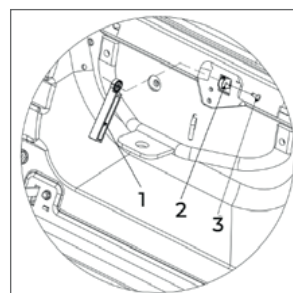

Рис. 11
### 6.10 Установка нажимной пластины сигнализатора заполнения травосборника (рис. 11)
- Установить пластину по указателям (рис.11, поз. 1) на заднюю панель с помощью болта (3).